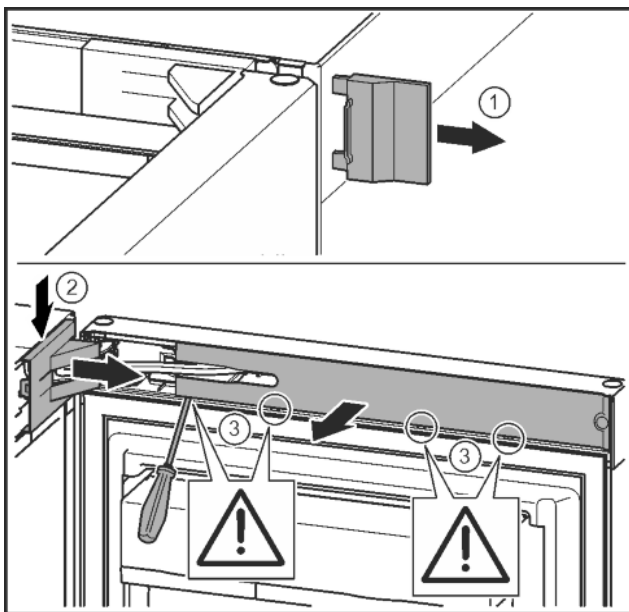

Fig. 8
- ▶ Зніміть зовнішню кришку. Fig. 8 (1)
- ▶ Звільніть і ослабте кришку опорного кронштейна. Зніміть кришку опорного кронштейна. Fig. 8 (2)
- ▶ За допомогою шліцевої викрутки звільніть від фіксатора та поверніть убік накладку. Fig. 8 (3)